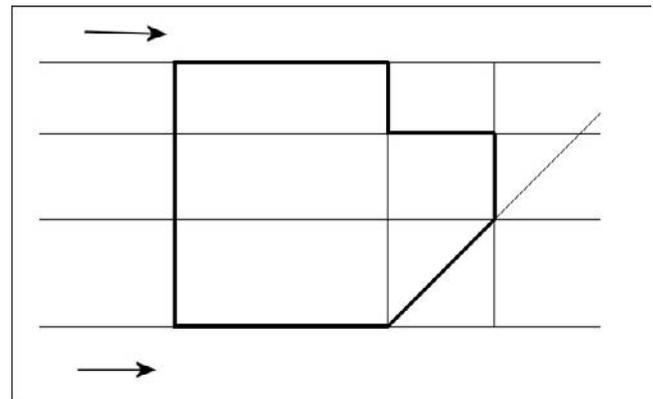

Fig.4.11
- ▶ **Sélectionner l'objet à ajuster** (Select object to trim) : pointer les parties de lignes à couper, soit celles situées au-dessus de A et au-dessous de B. Appuyer ensuite sur Entrée pour terminer (fig.4.11).